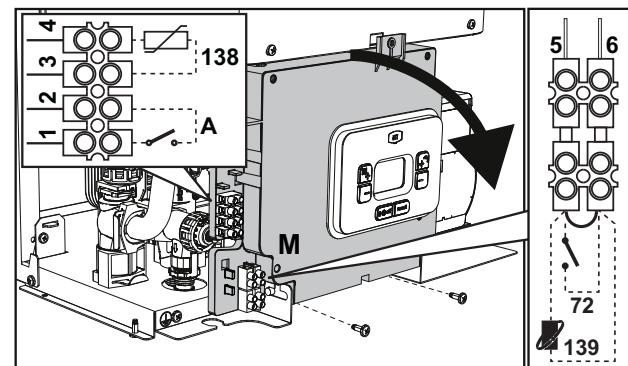
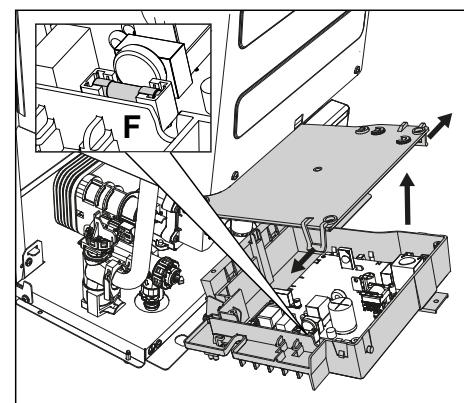

fig. 18
fig. 19
Dopo aver tolto il pannello frontale ("Apertura del pannello frontale" a pag. 15.) è possibile accedere alle morsettiera (M) e al fusibile (F) seguendo le indicazioni descritte di seguito (fig. 18 e fig. 19). I morsetti indicati nella fig. 18 devono essere a contatti puliti (non 230V). La disposizione dei morsetti per i diversi allacciamenti è riportata anche nello schema elettrico alla fig. 54.
Configurazione Interruttore ON/OFF (A fig. 18)